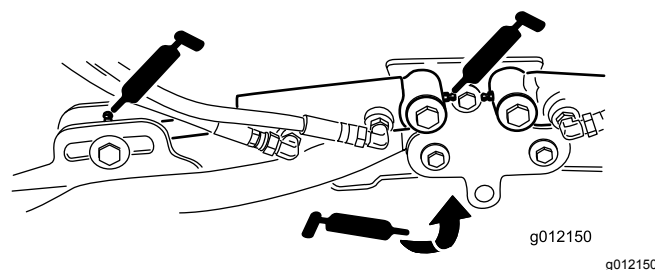

Рисунок 77
- Цилиндры подъемных рычагов режущего блока (по 2 шт.) (Рисунок 77).
- Оси поворота подъемного рычага (по 1 шт.) (Рисунок 77)